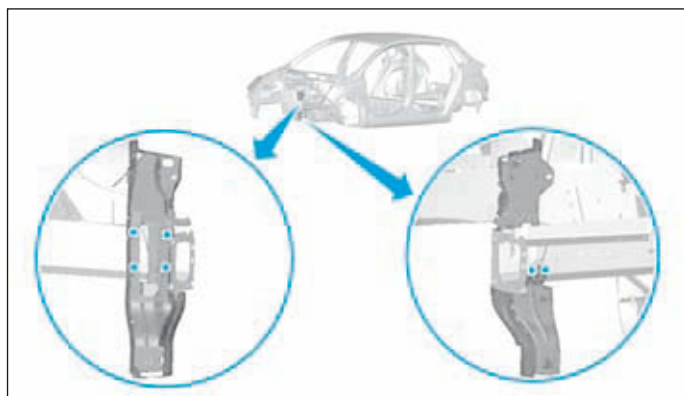

FIG.5
- La vis de fixation (4).
- La traverse inférieure avant (3).
- L'allonge du berceau avant (2).
- Souder par points bouchons MAG puis meuler les points de soudure (Fig.5).